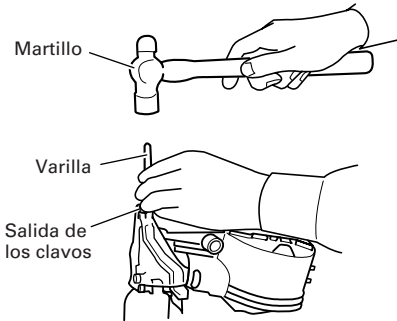

Fig. 14
- (1) Extraiga el rodillo de los clavos del cargador, abra la guía de los clavos, inserte una varilla en la salida de los clavos y golpee la varilla con un martillo. (Fig. 14)